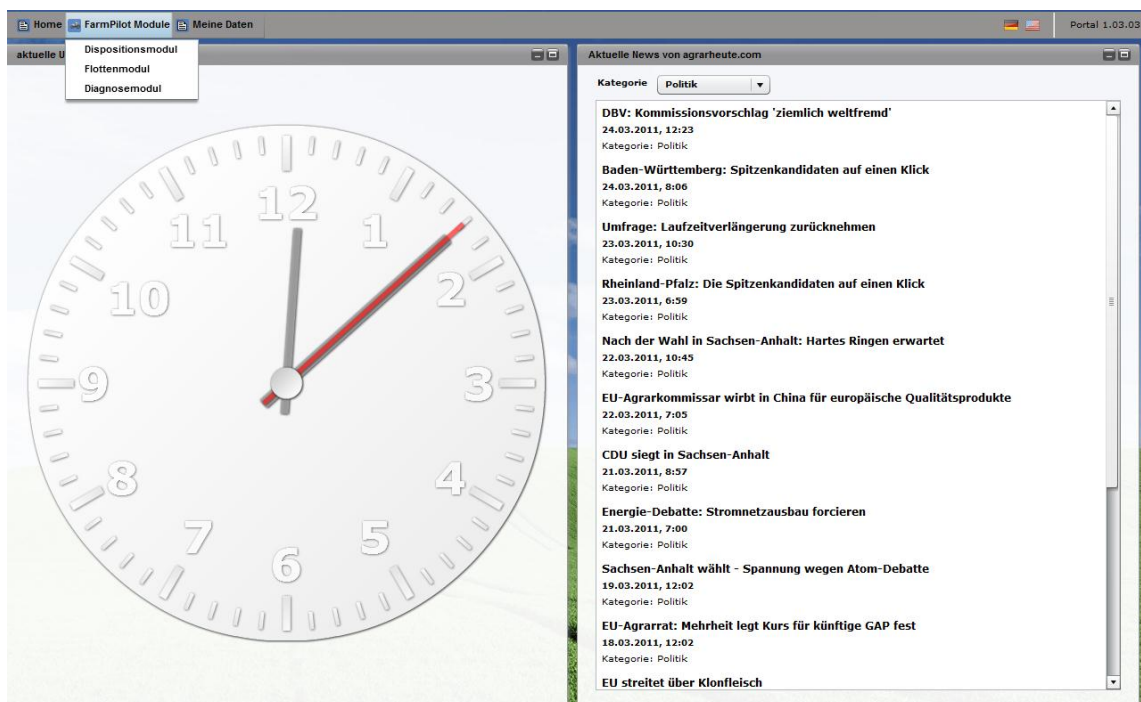

Abbildung 1: Startseite des Portals
- > Über die Anmeldung bei <http://www.farmpilot.de/anmeldung/index.html> gelangen Sie zunächst auf die Startseite des Portals (siehe Abbildung 1). Auf der Startseite des Portals sehen Sie zum einen immer die derzeitige Uhrzeit und zum anderen die aktuellen Neuigkeiten von einem landwirtschaftlichen Nachrichtensender. Nutzen Sie hier den Doppelklick auf den gewünschten Artikel um ihn komplett lesen zu können.